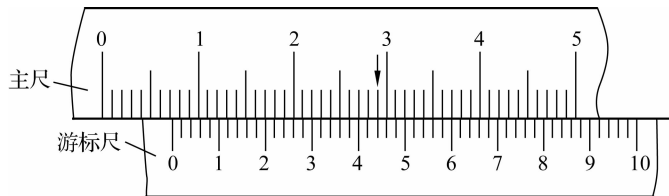

图 1-4 分度值为 0.02 mm 的游标卡尺读数示例
(1)读整数。在主尺上读出位于游标尺零刻线左边最接近的整数值。如图 1-4 所示,整数部分为 7 mm。
(2)读小数。用游标尺上与主尺刻线对齐的刻线格数,乘以游标卡尺的分度值,读出小数部分。如图 1-4 所示,小数部分为 $22\times 0.02\text{ mm}=0.44\text{ mm}$ 。
(3)求和。将两项读数值相加,即为被测尺寸数值。如图 1-4 所示,被测尺寸数值为 $7\text{ mm}+0.44\text{ mm}=7.44\text{ mm}$ 。